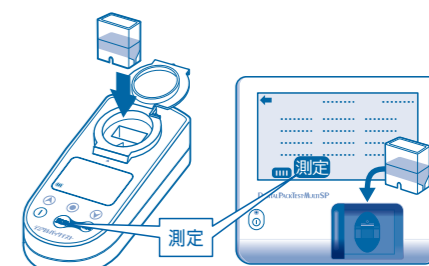

図12
⑫ 水質計に専用カップをセットして「測定」を押すと、6価クロムの測定値が表示されます。(図12)